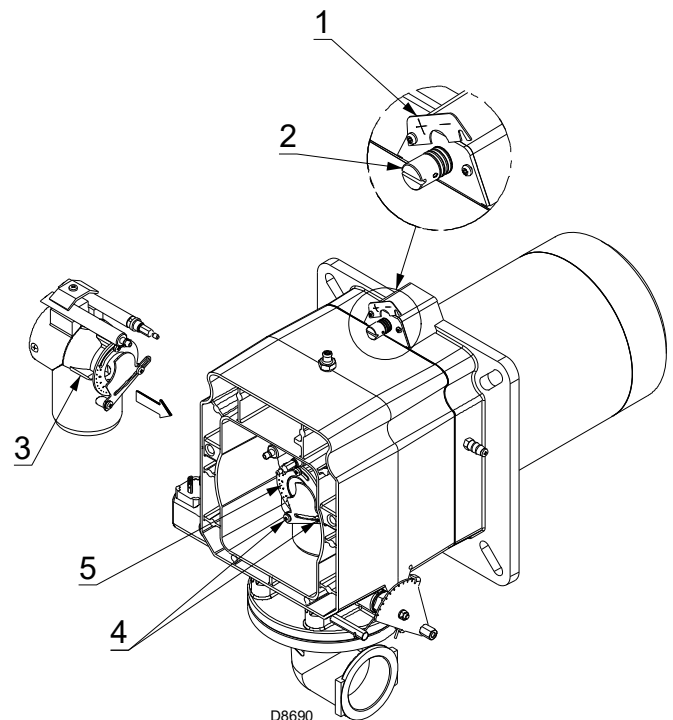

Fig. 14
Para facilitar la regulación, aflojar el tornillo 1)(Fig. 14), regular y después bloquear.
- Aflojar los tornillos 4)(Fig. 14) y girar la tuerca 5) hasta que coincida la muesca hallada con el índice 3).